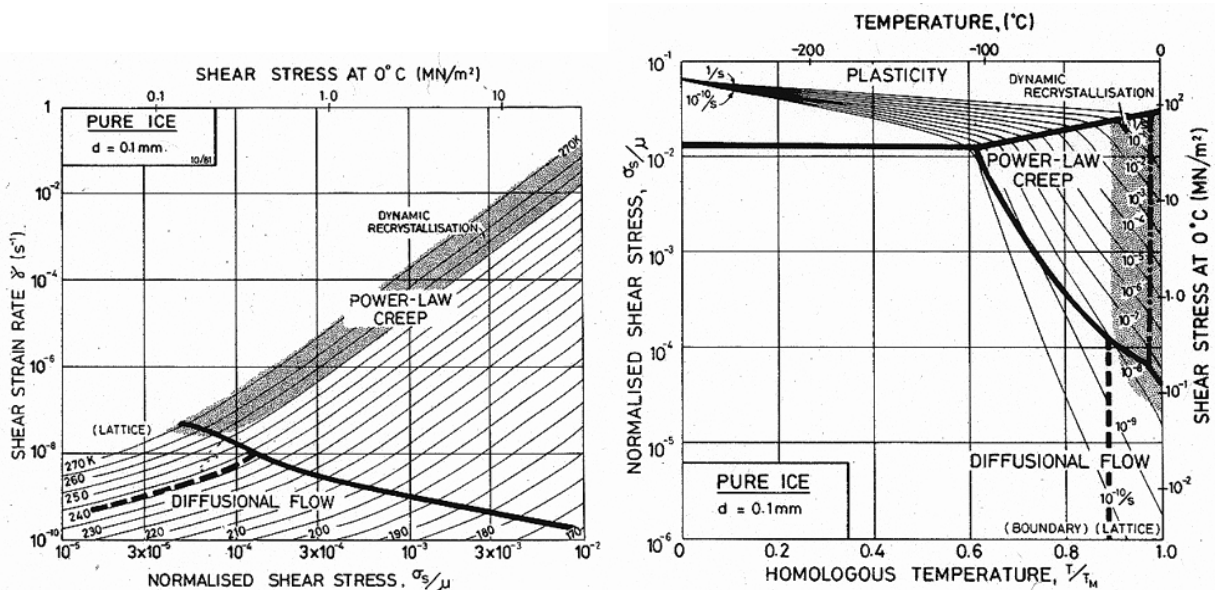

Figura 1: Mapas de Weertman-Ashby para o gelo.
1. A Figura 1 apresenta os mapas de Weertman-Ashby para fluência do gelo, os mapas serão usados para resolver a presente questão. Um pesquisador brasileiro trabalhando na Antártica